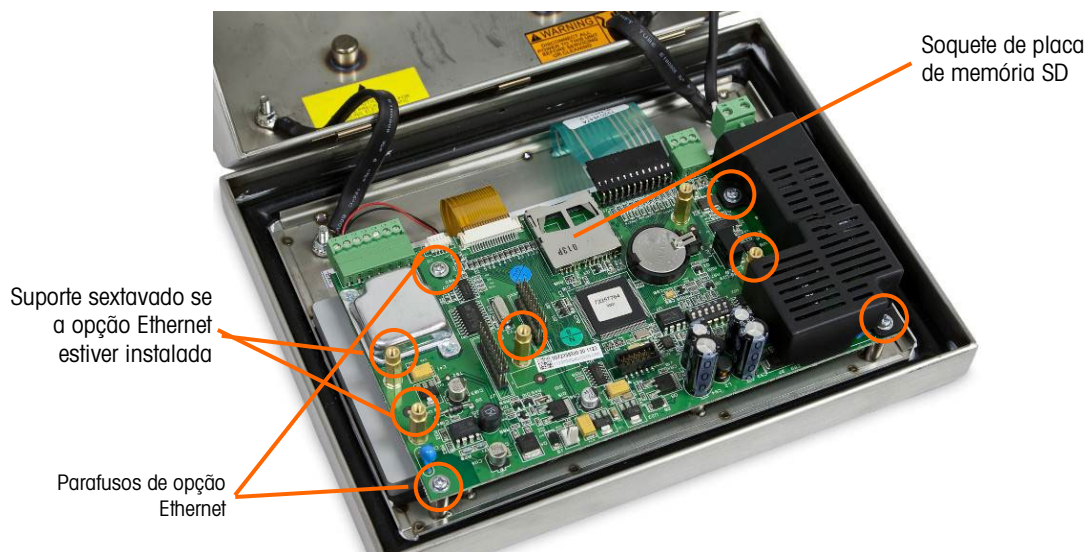

Figura 5-14: Parafusos de montagem para a placa principal, versão analógica
4. Desparafuse e remova os quatro parafusos que fixam a placa principal ao gabinete. Suas localizações são circuladas na Figura 5-14. No caso da opção Ethernet ter sido instalada, um parafuso será substituído por um suporte sextavado. Use uma chave de porca de 6 mm ou uma chave de fenda de ponta chata para remover os suportes sextavados da localização observada.
6. Se um cartão de memória SD for instalado, pressione para soltar o cartão do soquete e depois remova o cartão e mantenha o cartão a ser instalado na placa principal de reposição. Consulte a Figura 5-9 e a Figura 5-14 quanto à localização do slot de cartão de memória SD.
2. Posicione a placa principal sobre os orifícios de quatro parafusos no gabinete do terminal identificado na Figura 5-14.
3. Instale os quatro parafusos. Observe se a opção Ethernet deve ser usada, um dos parafusos é substituído por um suporte sextavado. Consulte a Figura 5-14 para a localização de suporte sextavado.